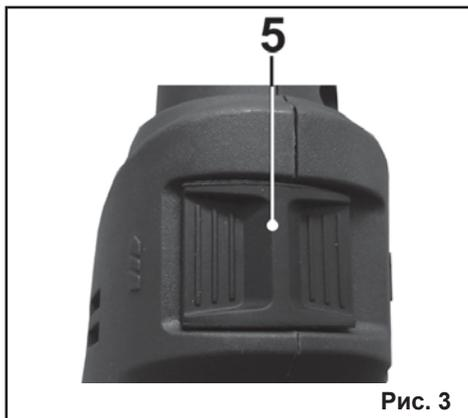

Рис. 3
9.1.5. Установите переключатель режимов работы (5) в положение «сверление без удара», как показано на Рис.3.
9.3.3. Установите переключатель режимов работы (5) в положение «сверление без удара», как показано на Рис.3.